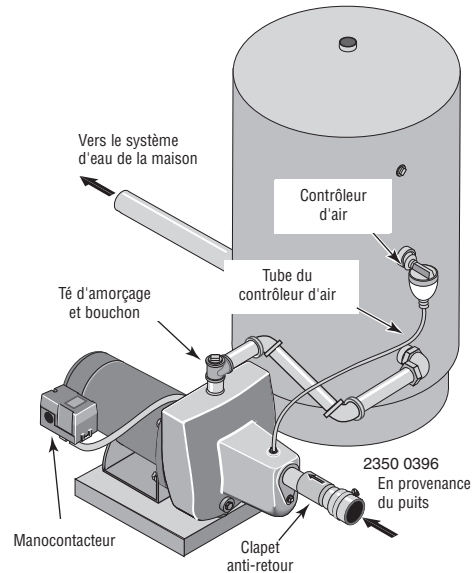

Figure 5 : Branchements sur un réservoir standard
BRANCHEMENT SUR UN RÉSERVOIR STANDARD (Figure 5)
- 1 ° Poser un té dans l'orifice de refoulement de la pompe (voir la Figure 5).
- 3 ° Déposer le bouchon fileté de 1/8 de pouce NPT de l'orifice du contrôleur d'air de la pompe (voir la Figure 5). Poser un tube entre l'orifice du contrôleur d'air monté sur le réservoir et l'orifice du contrôleur d'air. L'emplacement de l'orifice du contrôleur d'air variera en fonction du modèle de pompe (se reporter aux vues éclatées, page 10).